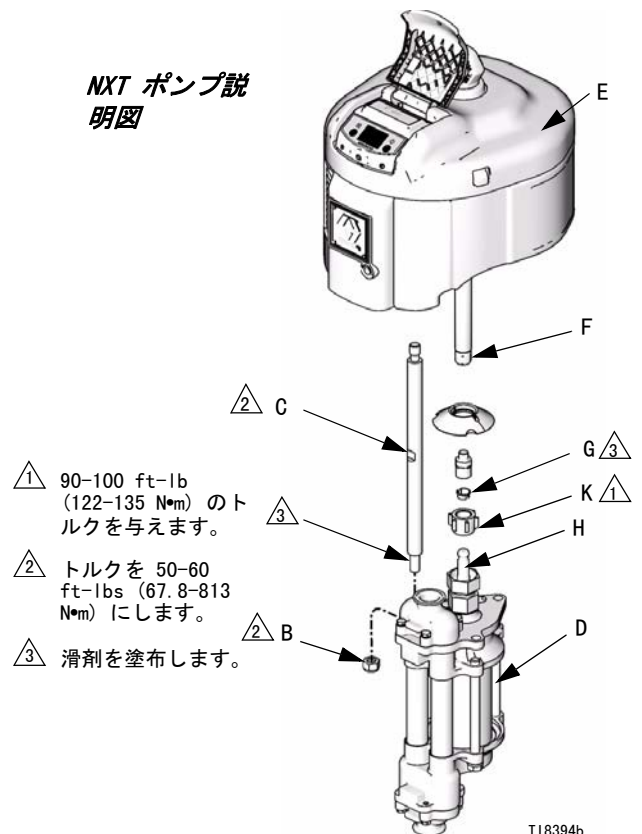
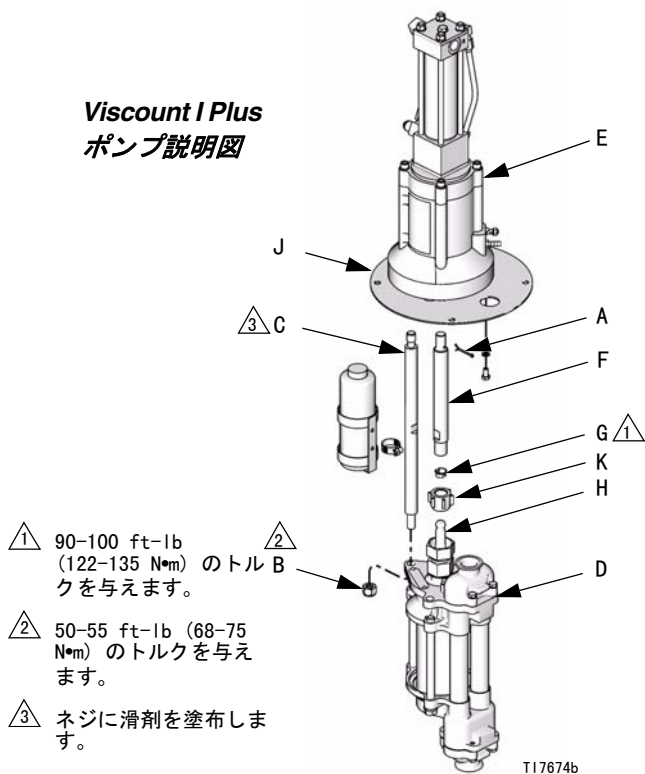

図 5
図 6
3. 結合ナット (K) を緩めてカラー (G) を外します。結合ナットをピストンロッド (H) から外します。ロックナット (B) をタイロッド (C) からネジを緩めて外します。下部 (D) をモーター (E) から引き離します。図 5 および図 6 を参照してください。
1. Viscount I Plus ポンプ上でモーター (E) のアダプタ板 (J) を保持しているネジを緩めますが、抜かないでください。図 6 を参照のこと Viscount II ポンプの場合、ネジ (N) をモーター (E) にねじ込み、50-55 ft-lb (68-75 N·m) のトルクを与えます。
2. タイロッド (C) をアダプタ板 (J) にねじ込み、50-55 ft-lb (68-75 N·m) のトルクを与えます。Viscount I Plus ポンプ上で、タイロッドはモーターのベースにあるネジ穴にはめ込まれます。Viscount II ポンプはアダプタ板 (J) にはめ込まれます。
3. モーターシャフトの下端の空洞をグリースで満たします。結合ロッド (F) をモーターシャフトの中に、ピンホールが揃うまでねじ込みます。結合端か